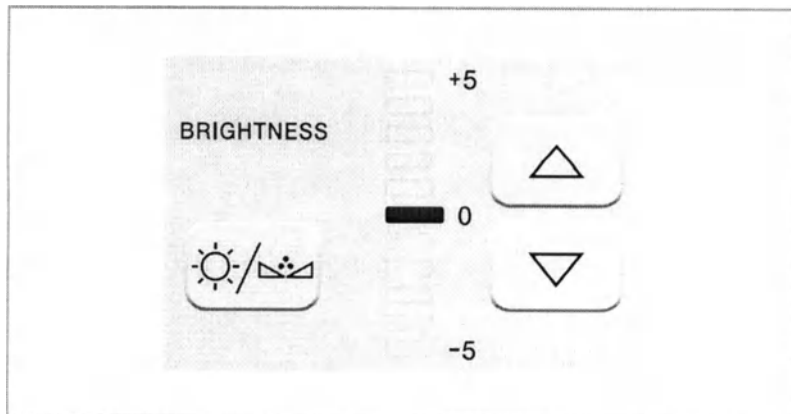

Рисунок 4.4
2. С помощью  выберите опцию [BRIGHTNESS] (ЯРКОСТЬ), а с помощью  и  настройте индикатор уровня яркости на «0» (см. рисунок 4.4).